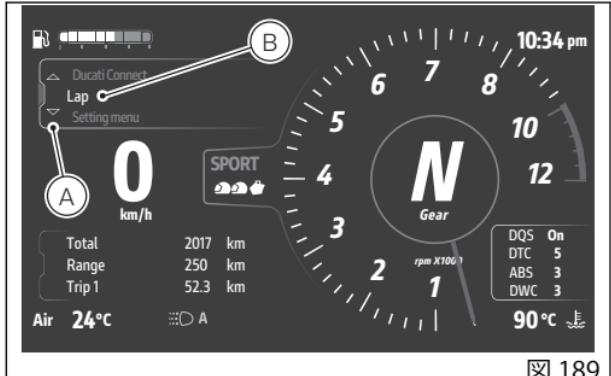

図 189
- ジョイスティックを▲の位置に長く押し、インターラクティブメニューを選択します(A、図189)。
- ジョイスティック▲▼を使用して「Lap」を選択し(B、図189)、「ENTER」を押します。